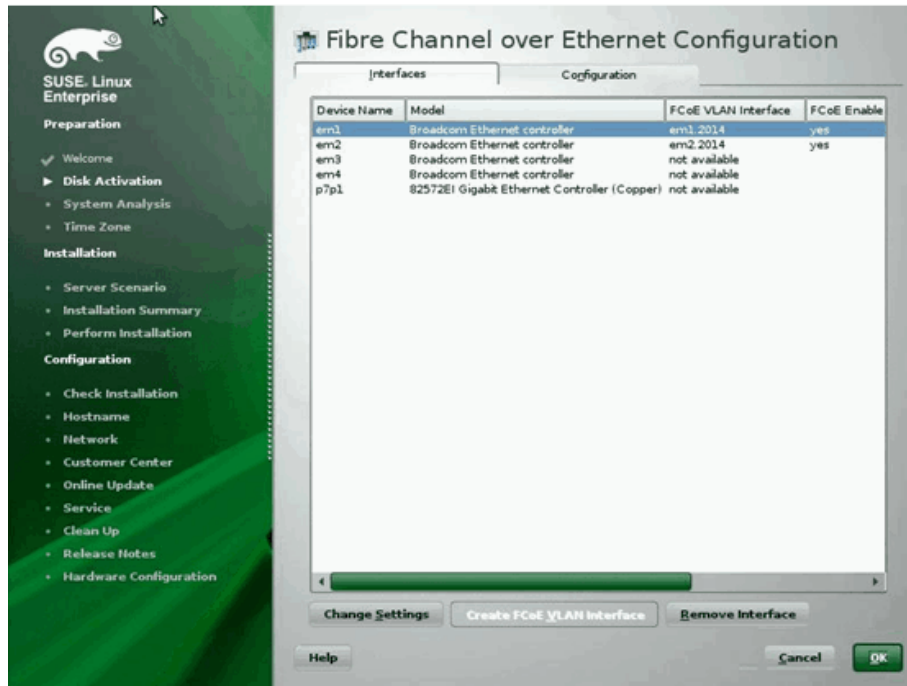

Figura 14-20. Configuração da Interface de FCoE
- Quando concluir a configuração de toda a interface, clique em **OK** para prosseguir (Figura 14-20).